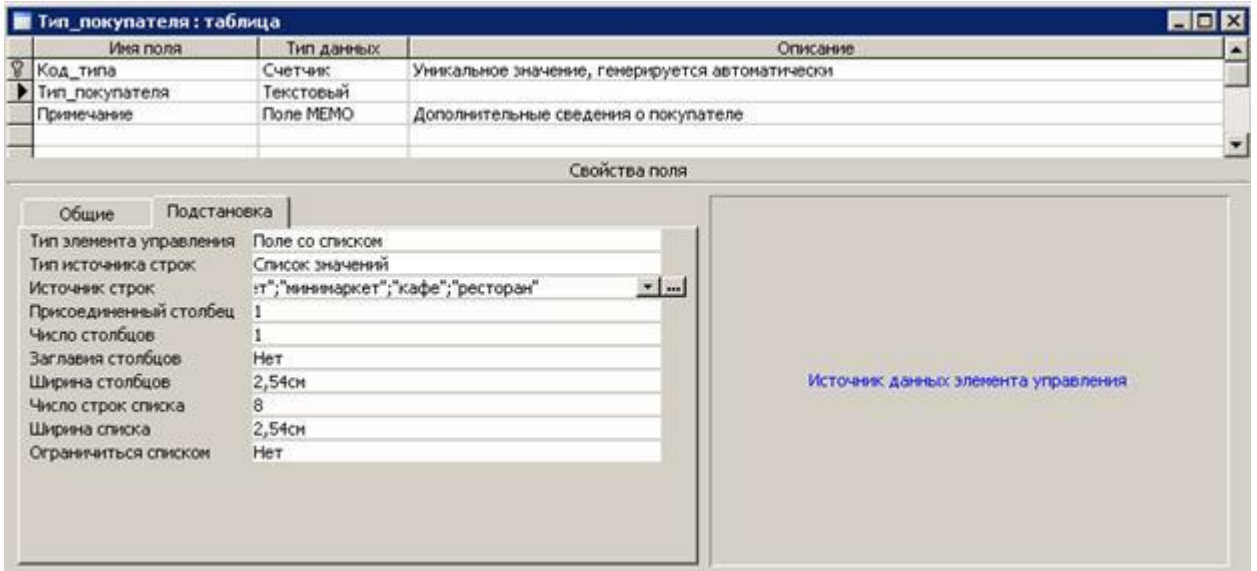

Рис.5. Внесение изменений в список подстановки
- Отредактировать свойства поля подстановки на вкладке ПОДСТАНОВКА (рис.5) в нижней части окна КОНСТРУКТОРА.